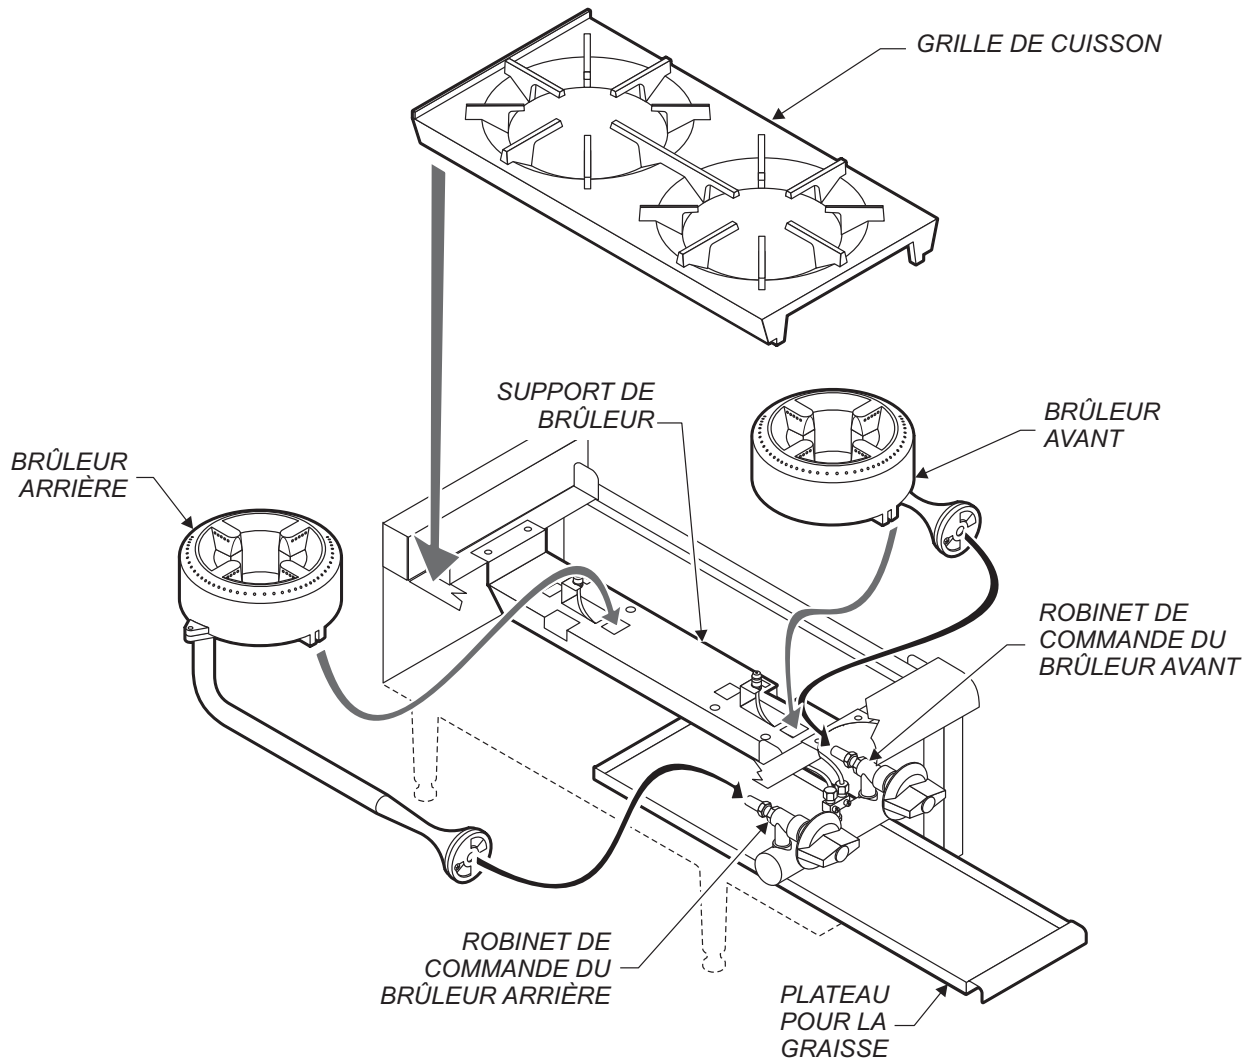

Fig. 10 Ensemble de plaque chauffante
5. Examiner les ensembles de brûleur. Repérer la position des volets d'aération avant le nettoyage. Nettoyer les débris alimentaires des brûleurs à l'eau chaude, avec du détergent doux et une brosse à soies. Rincer et essuyer avec un chiffon doux et humecté d'eau propre. Essuyer les surfaces extérieures avec un chiffon propre, sec et doux. Laisser sécher les brûleurs à l'air pour que les passages intérieurs soient totalement dépourvus d'eau. (voir fig. 10, page 25) :